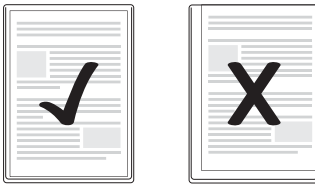

Abb. 1
- ▶ Achten Sie darauf, dass alle Ränder des Dokuments mindestens zwei Millimeter Abstand zum Rand der Folientasche haben müssen, wie in Abb. 1 dargestellt.
- ▶ Achten Sie darauf, dass alle Ränder des Dokuments mindestens zwei Millimeter Abstand zum Rand der Folientasche haben müssen, wie in Abb. 1 dargestellt (siehe S. 8).